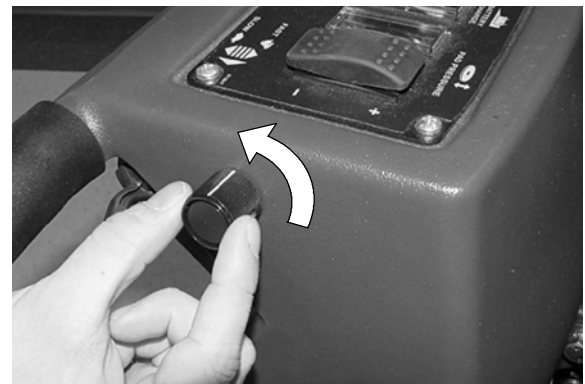

FIG. 12
2. Placez le bouton de commande de la vitesse sur la position inférieure. Ceci permet d'éviter un démarrage violent (Figure 12).